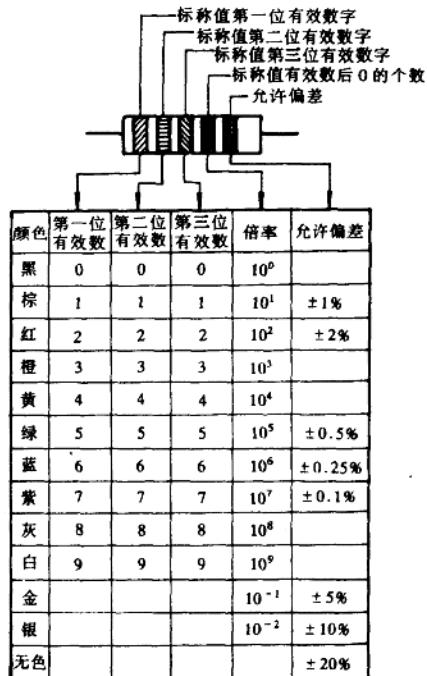

图 1-1.3 精密电阻 5 色带色标法
(2) 精密电阻器的色标法 精密电阻器用 5 条色带表示标称电阻值和允许的偏差, 如图 1-1.3 所示, 其中前 4 环色带表示阻值, 最后一环表示偏差, 图中电阻值的单位均为欧姆 ( $\Omega$ )。